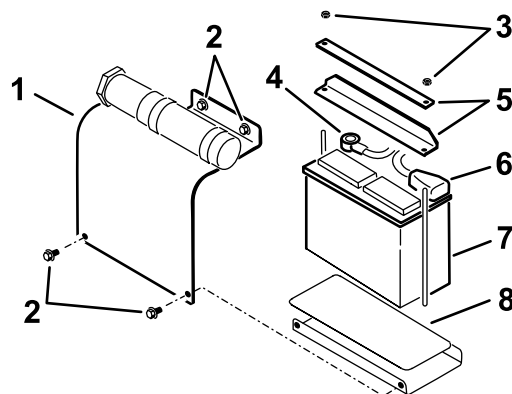

Рисунок 35
3. Снимите крышку аккумулятора (Рисунок 35)
4. Снимите барашковые гайки и планки крепления аккумулятора (Рисунок 35).
5. Отсоедините отрицательный (черный) кабель от отрицательного (-) штыря аккумулятора (Рисунок 35).
6. Отсоедините положительный (красный) кабель от положительного (+) штыря аккумулятора (Рисунок 35).
1. Установите аккумулятор на платформу (Рисунок 35).
2. Прикрепите аккумулятор к шасси снятыми ранее планками и гайками (Рисунок 35).
3. Используя ранее снятые крепежные детали, подсоедините положительный (красный) кабель к положительному (+) штырю аккумулятора (Рисунок 35).
5. Используя ранее снятые крепежные детали, подсоедините отрицательный (черный) кабель к отрицательному (-) штырю аккумулятора (Рисунок 35).
6. Установите крышку аккумулятора (Рисунок 35).